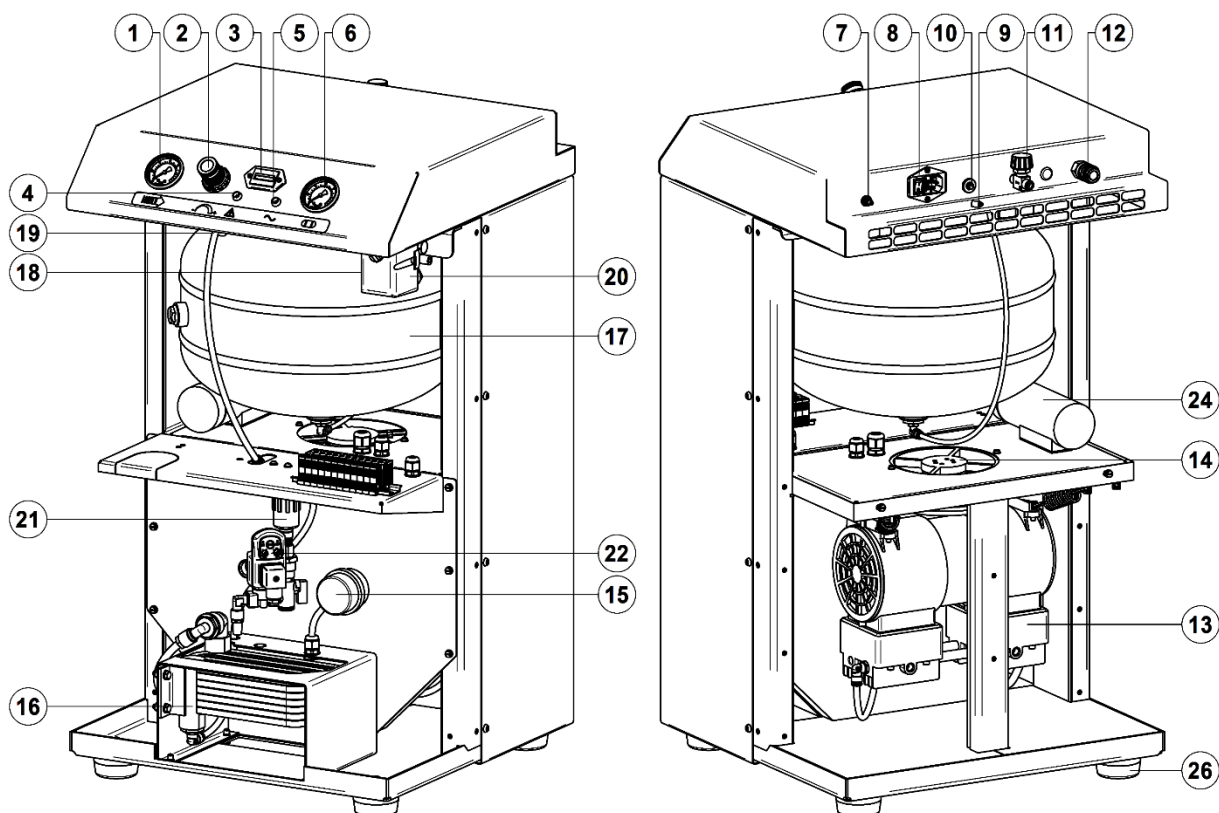

Рисунок 5 - Общий вид компрессора
ПРЕДУПРЕЖДЕНИЕ: ПЕРЕД ПЕРВЫМ ПУСКОМ КОМПРЕССОРА НЕОБХОДИМО УБЕДИТЬСЯ В ПРАВИЛЬНОСТИ НАСТРОЙКИ ТАЙМЕРА АВТОМАТИЧЕСКОГО КОНДЕНСАТООТВОДЧИКА 22 (РИС. 5). НОМИНАЛЬНЫЕ ЗАВОДСКИЕ НАСТРОЙКИ ТАЙМЕРА:
- Выверните фильтр **15** (рис.5,6);